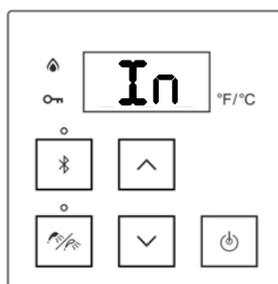

Figura 56:
4. El controlador muestra "In" (interior) (Figura 56).